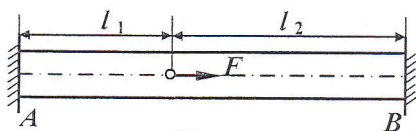

图 1
1、如图 1 所示两端固定杆，承受轴向载荷  $F$  作用，试求杆端的支反力。设拉压刚度  $EA$  为常数。(15 分)